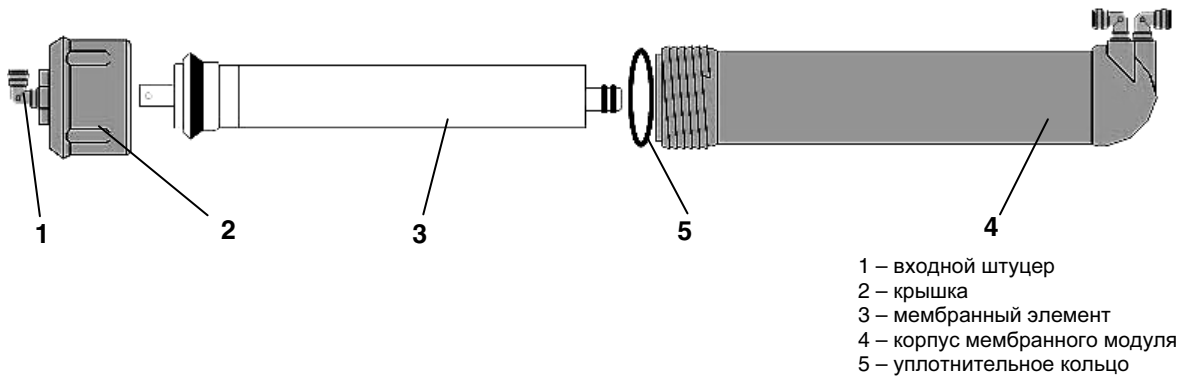

Рисунок 6. Блок обратного осмоса
6. Элемент сменный мембранного типа (мембранный элемент), производительностью 50 галлонов в сутки (Рис. 6, поз.3)	1 шт.
#### 5.4 Установка мембранного элемента в корпус (Рис. 6)